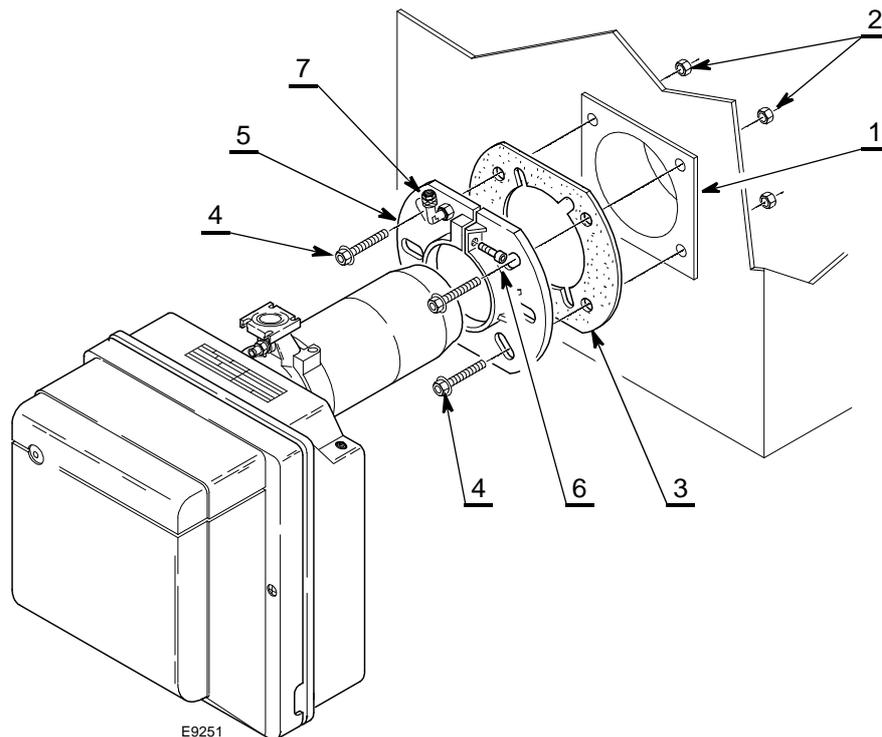

Abb. 10
- Die mit dem Brenner mitgelieferte Druckentnahmestelle 7) an den Flansch 5)(Abb. 10) montieren.
- Mit den Schrauben 4) und (falls erforderlich) den Muttern 2) den Flansch 5) an der Kesseltür 1) (Abb. 10) mit der Isolierdichtung 3) montieren, aber eine der beiden oberen Schrauben 4) lockern.